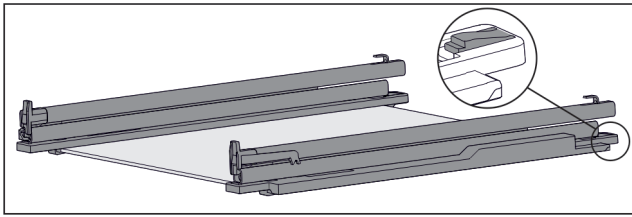

Fig. 149 Placa de cristal con rieles y piezas de soporte
- ▶ Presione hacia abajo la pieza de soporte en la parte posterior (consulte Fig. 149) y al mismo tiempo empuje el riel hacia atrás.